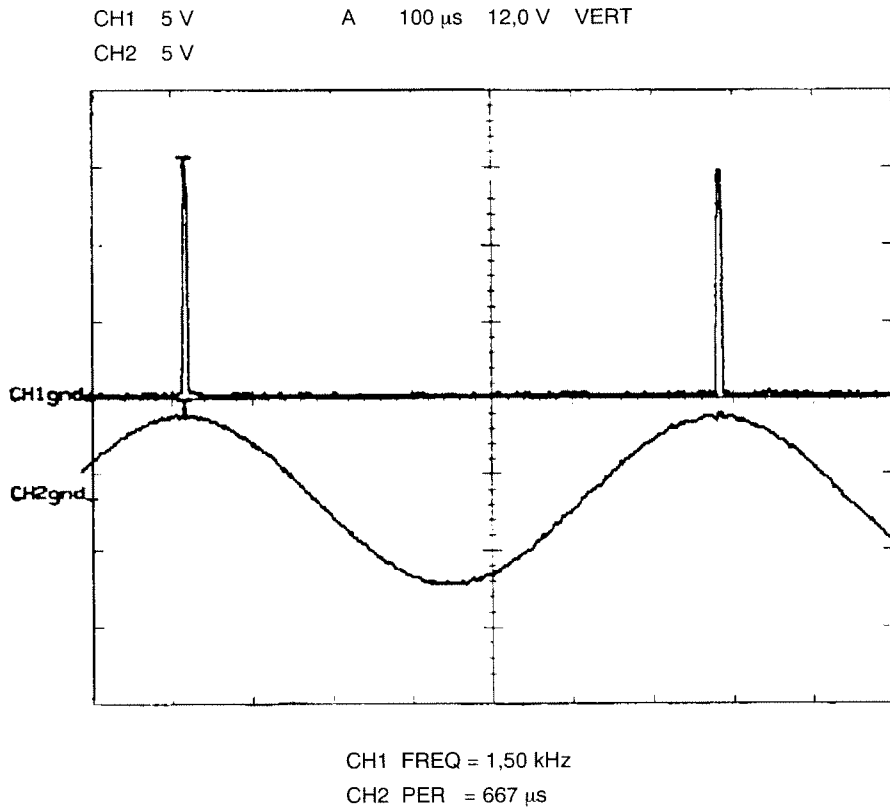

Bild 43.
3. Anslut mätprobarerna till TP6603 i antennvinkelförstärkaren och TP6413 i funktionsgeneratoren. Trigga oscilloskopet från uttag SYSTEMTRIGG på frontpanelen. Se till att SH-pulsen ligger på sinuskurvans topp, max eller min. Se bild 43. Vid behov justera potentiometer RV6406 på funktionsgeneratoren.